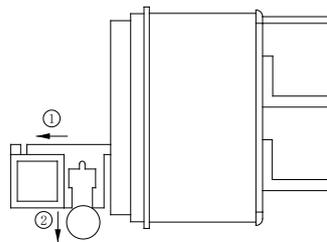

图 8-2
- (1) 图 8-2 中，用一字螺丝刀(或其他物品)卡进拆装槽，沿箭头①方向运动，拆出熔断丝座。
- (2) 图 8-2 中，沿箭头②方向，拆下熔断丝。